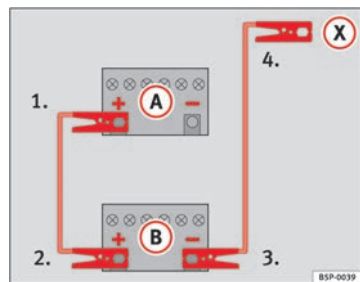

Fig. 182 Esquema de ligação dos cabos auxiliares do arranque
Na ⇒ fig. 182 (A) está representada a bateria sem carga e em (B) a bateria com carga.
1. Ligar uma extremidade do cabo auxiliar de arranque vermelho ao terminal positivo ⇒ fig. 182 (+) do veículo com a bateria descarregada ⇒ !.
4. Ligue a outra extremidade do cabo preto (X) a uma peça maciça fixa ao bloco do motor, ou ao próprio bloco do motor do veículo com a bateria descarregada, mas não nas proximidades da bateria ⇒ !.